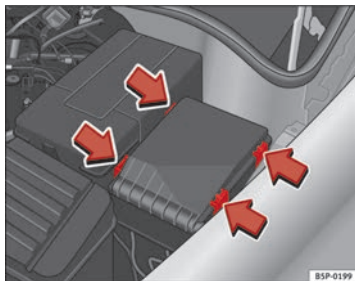

Abb. 184 Sicherungsdeckel im Motorraum
- Haken Sie den Sicherungsdeckel im Motorraum an den Laschen aus, indem Sie die Laschen zur Deckelmitte drücken → Abb. 184.